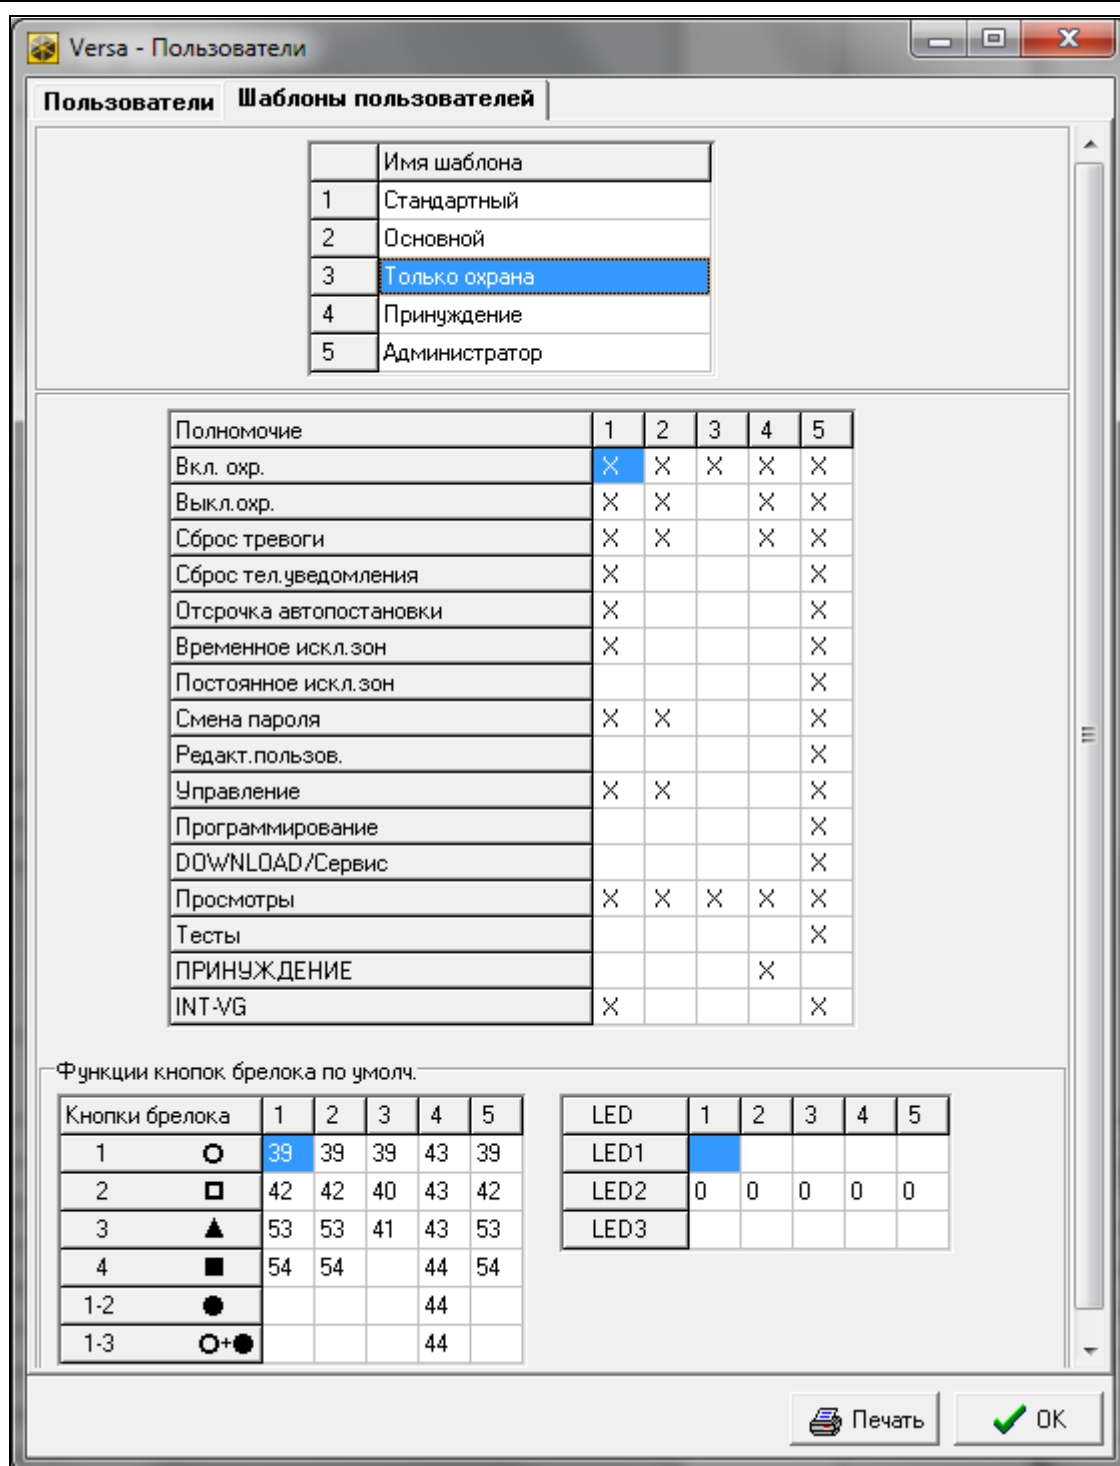

Рис. 26. Программа DLOADX: закладка «Шаблоны пользователей» в окне «Versa – Пользователи».
- программы DLOADX: окно «Versa – Пользователи» →закладка «Шаблоны пользователей» (рис. 26).